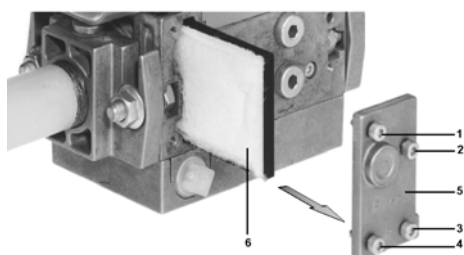

Fig. 33
- 2 Îndepărtați suruburile 1 ÷ 4 utilizând o cheie Allen n. 3 (imbus) și îndepărtați capacul filtrului 5 ca în Fig. 33.